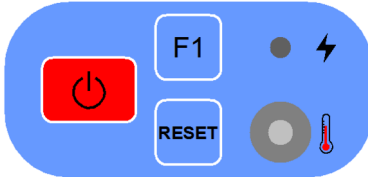
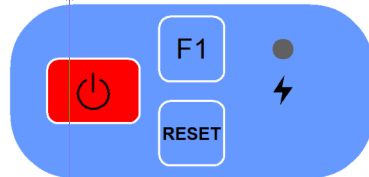

Bild 1: Tastenfeld beim VM100A
Bild 2: Tastenfeld beim VM100B
An der oberen Schmalseite finden Sie ein kleines Tastenfeld mit der Einschalttaste, der Resettaste und einer Funktionstaste. Beim VM100A befindet sich hier außerdem der Infrarot-Tempersensor (Bild 1 und Bild 2). Die Lade-LED leuchtet bei Anschluss an ein USB-Ladegerät oder einen PC rot.
Das VM100 wird durch kurzes Drücken der roten Taste auf dem seitlichen Tastenfeld eingeschaltet (Bild 1 und Bild 2). Es startet immer mit den zuletzt gewählten Einstellungen und ist sofort einsatzbereit im Messbetrieb. Sollte die Akku vollständig entladen sein, kann der Anschluss eines Ladegeräts zum Starten erforderlich sein.
- Die Menüleiste zeigt das Datum und die Uhrzeit an. Beim VM100A sehen Sie darunter die gemessene Temperatur des eingebauten Infrarot-Sensors (Bild 1).